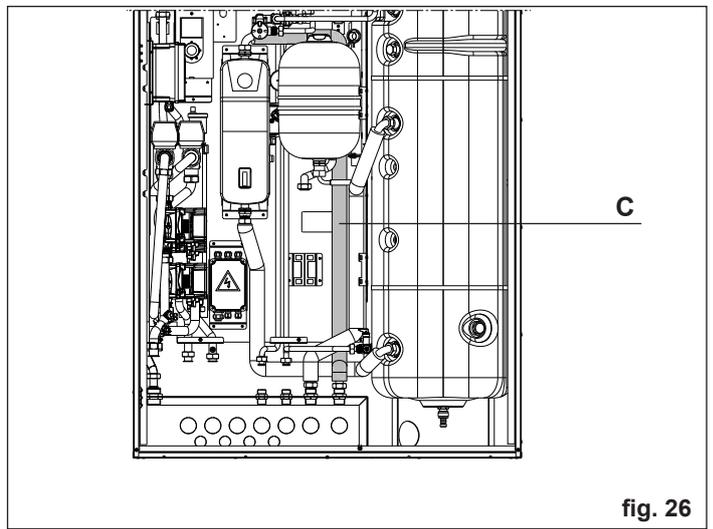

fig. 26
- Collegare la rampa ritorno solare proveniente dal modulo all'attacco sulla dima (C, fig. 26).